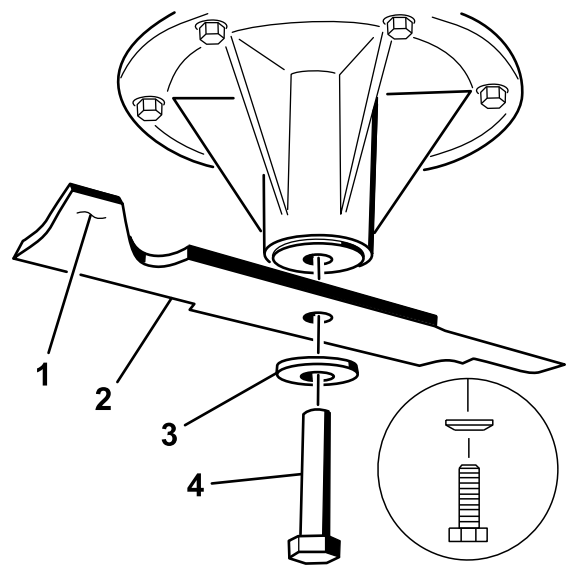

Figura 101
1. Instale la cuchilla en el eje (Figura 101).
2. Instale la arandela de muelle y el perno de la cuchilla (Figura 101).
**Nota:** El cono de la arandela de muelle debe estar orientado hacia la cabeza del perno (Figura 101).